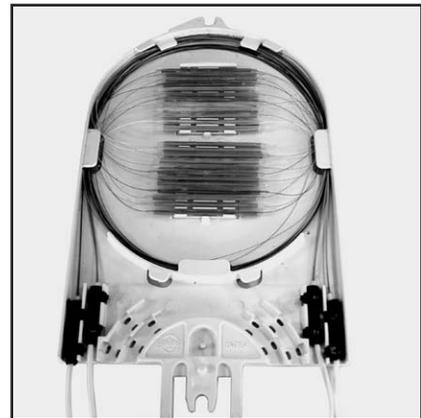

Figura 45
11.5 Continúe con los empalmes hasta completar las 24 posiciones. Agregue nuevas bandejas SLIDE-N-LOCK si fuera necesario hacer más empalmes (Figura 45).